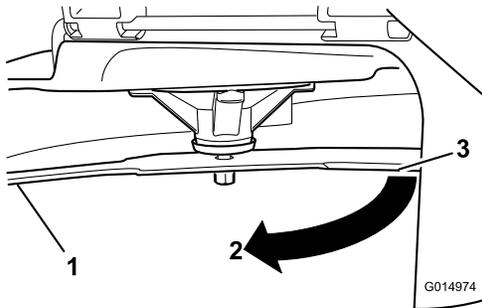

Figure 46
4. Tournez la même lame de 180 degrés pour amener l'autre tranchant à la même position (Figure 46).